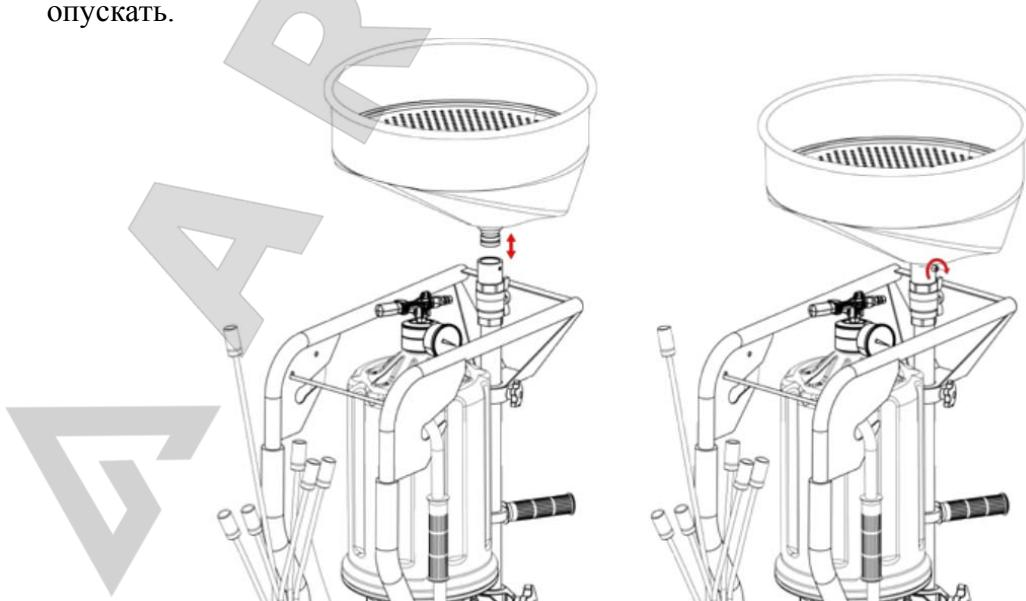

Рис. 3
- При первом использовании отвинтите стопорную гайку (см. рис. 3) и поверните штангу несколько раз, после чего поднимите ее. Теперь ее можно легко поднимать и опускать.